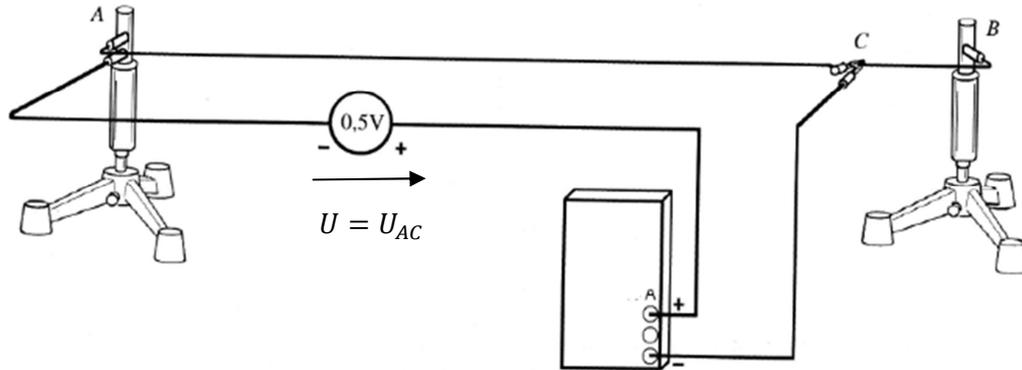

Figure III.2 : Montage expérimental pour étudier l'influence de la longueur du fil sur la résistance électrique des matériaux.
1. Réaliser le circuit suivant (Fig.III.2) :
- En utilisant une pince crocodile, on fait varier la longueur du fil de Nichrome (alliage Nickel-Chrome) qui est de longueur de 1 m et de diamètre $d=0.25\text{mm}$ (Fig.III.2).
1. Refaite le même travail de l'expérience 1, en relevant la valeur de l'intensité du courant I_1 qui traverse le fil de Nichrome ($l=1m$, et $d=0.5mm$) lorsque le point C est confondu avec le point B : ($I_1=.....A$). (figure III.2)
2. Relevez la valeur de l'intensité du courant I_2 qui traverse le deuxième fil de Nichrome ($l=1m$, et $d=0.25mm$) lorsque le point C est confondu avec le point B : ($I_2=.....A$). (figure III.2).